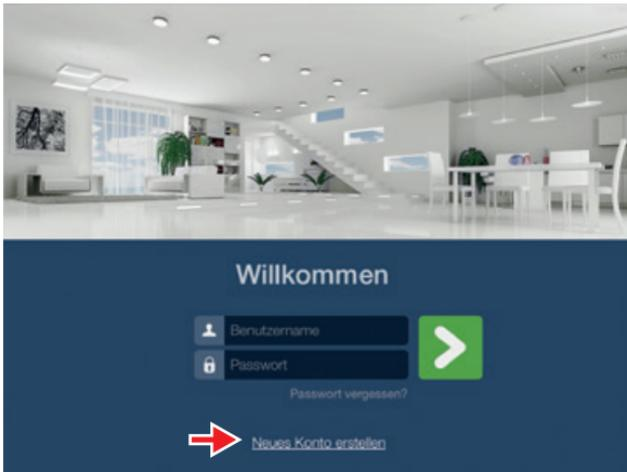

Abb. 1
1. Drücken Sie die Schaltfläche „Neues Konto erstellen“ auf dem Anmeldebildschirm (siehe Abb. 1)